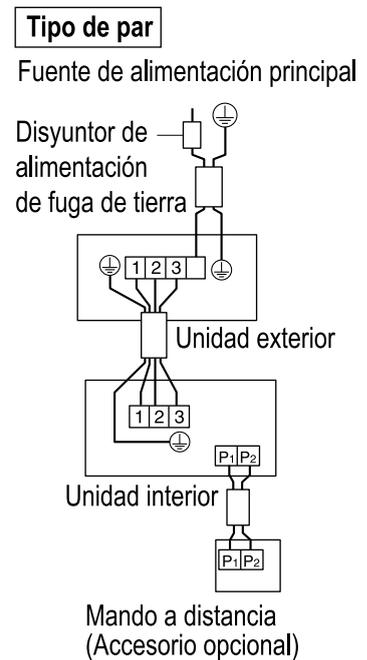

Fig. 34
- **Tipo por pares:** 1 control remoto controla 1 unidad interior (sistema normal). (Refiérase a la Fig. 34)